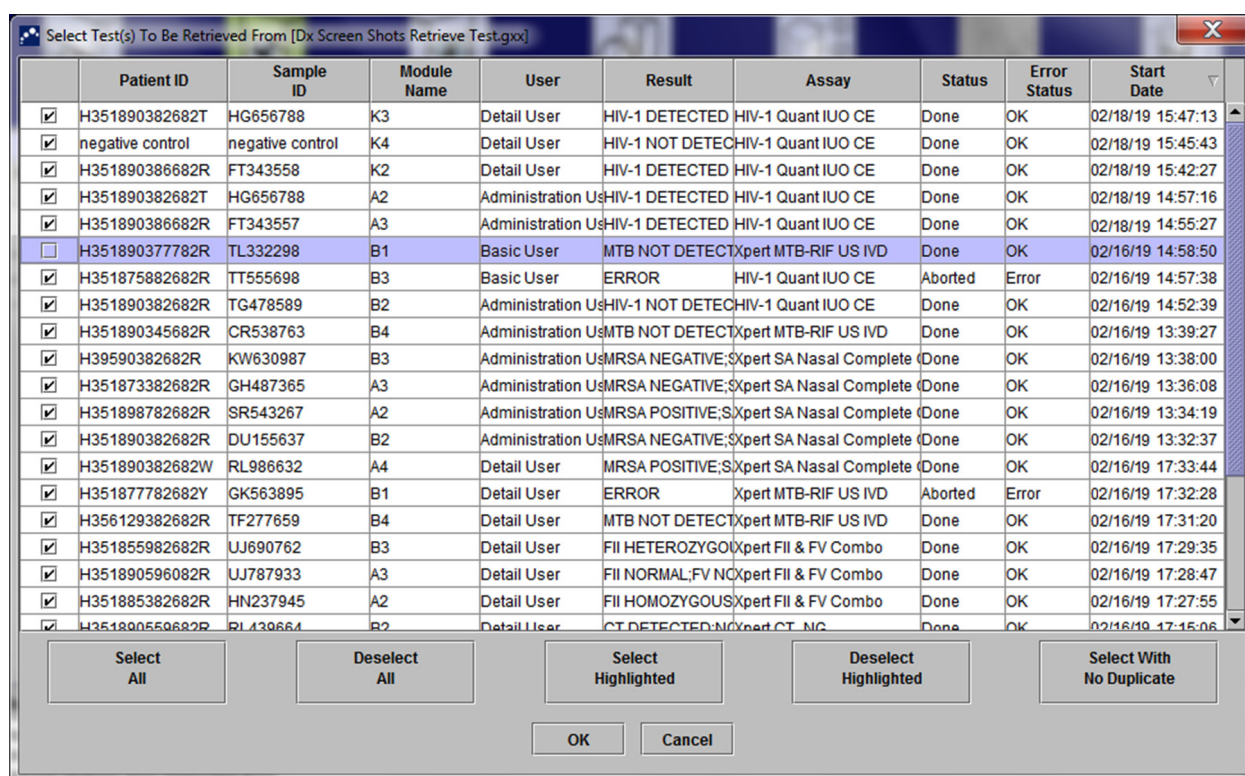

Figura 5-71. Caseta de dialog Selectare test(e) de recuperat
3. Apare caseta de dialog **Selectare test(e) din care să se recupereze (Select Test(s) To Be Retrieved From)** (consultați Figura 5-71). Testele care există deja în baza de date curentă apar scrise cu text roșu. Faceți clic pe **Anulare (Cancel)** în caseta de dialog **Deschidere (Open)** pentru a nu recupera niciun test arhivat.